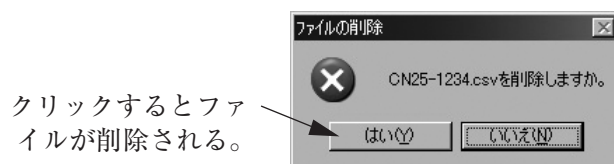

図124
- ① 画面上部メニューの「File(F)」をクリックし、「データベース(F)」の中の「ファイルの削除(X)Ctrl+X」を選び再度クリックします。
- ② 削除するファイルが格納されているディスク及びフォルダをドロップダウンリストにて選択します。
- ③ 削除するファイルをクリックし、選択します。「ファイル名(N)」を確認し、「開く(O)」ボタンをクリックします。
- ④ クリック後選択したファイルが開かれます。図124のようなメッセージボックスが現れますので、削除する場合は「はい(Y)」ボタンを、削除しない場合は「いいえ(N)」ボタンをクリックします。「はい(Y)」をクリックするとファイルが削除されます。